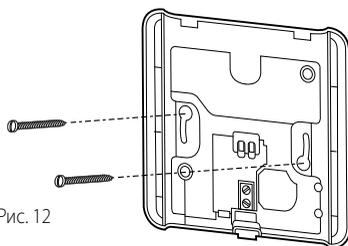

Рис. 12
- Смонтируйте основание на стене в выбранном месте, используя для этого дюбели и шурупы из комплекта поставки (Рис. 12).